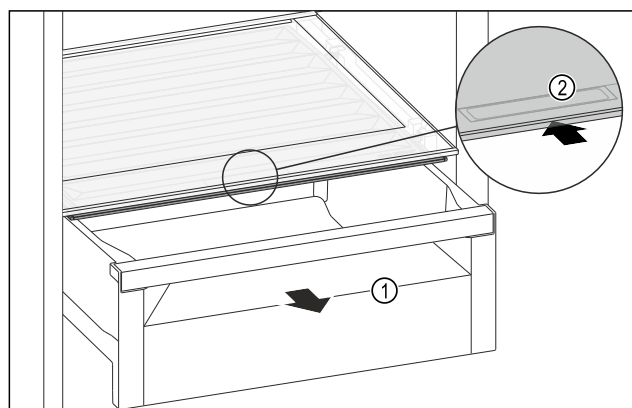

Fig. 136
- Retirer le tiroir Fig. 136 (1).
- Saisir la poignée encastrée Fig. 136 (2) du couvercle du compartiment et pousser le couvercle du compartiment vers l'arrière.